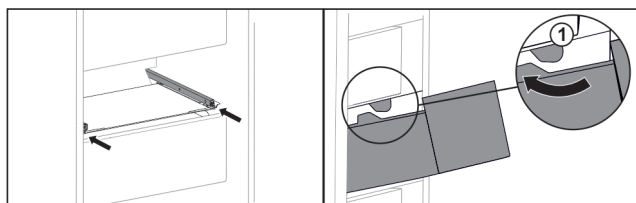

Fig. 100
- ▶ Umetnite ladicu oko zaustavljača Fig. 100 (1).